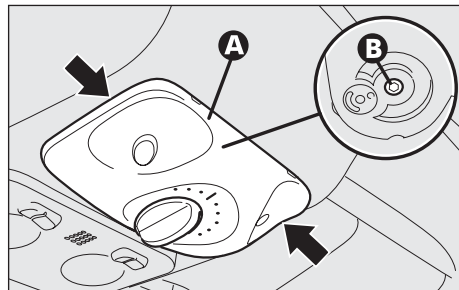

fig. 125
- facendo leva nei punti indicati dalle frecce rimuovere la mostrina (**A**-fig. 125);